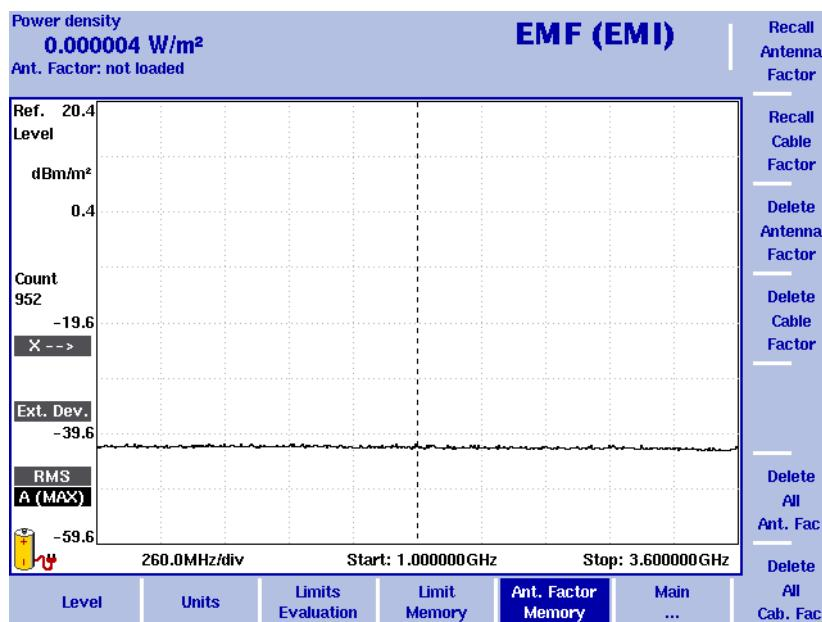

Abbildung 56 Menü Antenna Factor
- 1 Im Hauptmenü EMF (EMI) wählen Sie **Level > Ant. Factor Memory**. Das Menü Antenna Factor wird angezeigt (vgl. Abbildung 56 auf Seite 199).